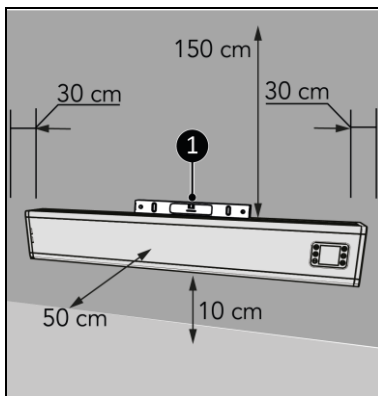

Figure 8
1. Placez l'appareil sur une surface verticale et solide. Utilisez un niveau à bulle pour placer l'appareil (figure 8, pos. 1).
2. Placez l'appareil en respectant une distance minimale (figure 8) de :